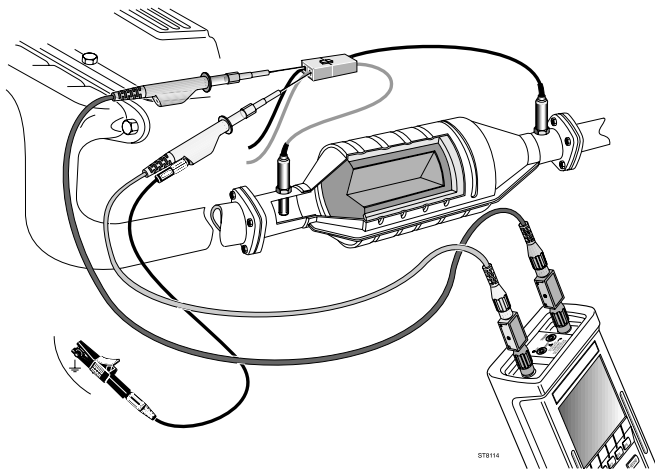

Bild 30, Test von zwei Lambda-Sonden
3. Schließen Sie die Meßleitungen so an, wie dies von der Funktion Anschlußhilfe und in Bild 30 dargelegt wird.